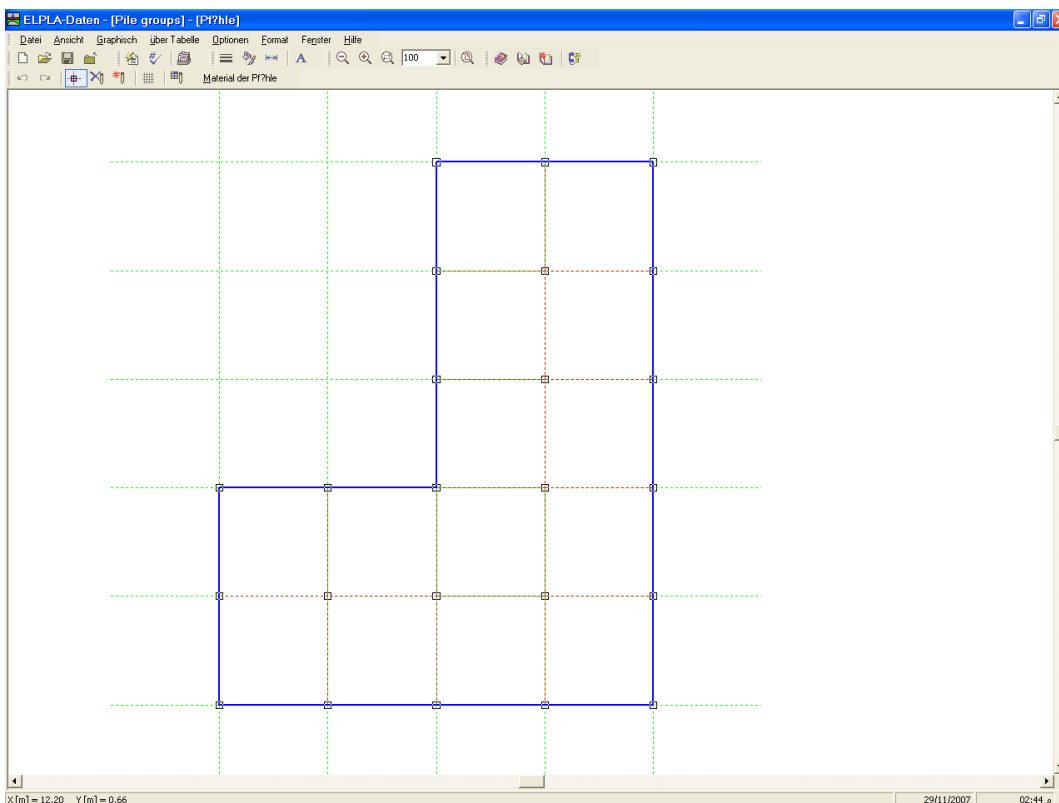

Bild 11-19 Markieren der Knoten mit Pfählen
- Markieren Sie die Knoten mit Pfählen, wie im Bild 11-19 gezeigt
- Wählen Sie den Befehl "Pfähle einfügen" aus dem Menü "Graphisch" (Bild 11-19)